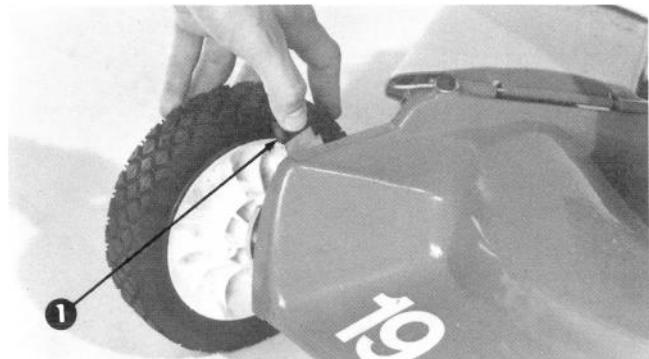

Figure 4
6. Réglez toutes les roues à 2 pouces de hauteur, position du milieu (Fig. 4); voir "Réglage de la hauteur de tonte," page 9. Placez-vous derrière le guidon et vérifiez sa hauteur. Si vous désirez qu'il soit plus haut ou plus bas, glissez les chevilles dans l'un des autres trous dans les bras de verrouillage.